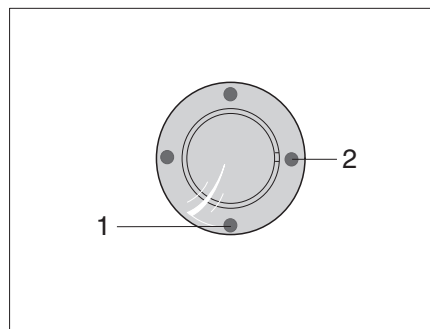
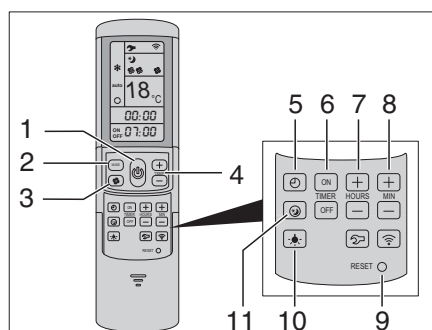

Fig. 336 Ricevitore IR/Indicatore di funzionamento
Fig. 337 Telecomando
L'impianto di climatizzazione si trova sul tetto del veicolo. Il telecomando (Fig. 337) dell'impianto di climatizzazione si trova nella zona cucina.
- Collegare il veicolo all'alimentazione a 230 V. L'impianto di climatizzazione è pronto a funzionare. Il LED blu (Fig. 336,1) è acceso.
- Per accendere, premere il tasto (Fig. 337,1) del telecomando. Il LED blu (Fig. 336,1) lampeggia.
- Impostare la modalità di funzionamento desiderata con il tasto MODE (Fig. 337,2).
- Se necessario, con il tasto (Fig. 337,3) impostare il livello della ventola e con i tasti (Fig. 337,4) la temperatura ambiente desiderata.
Al raggiungimento della temperatura impostata sul telecomando, il LED blu (Fig. 336,1) si spegne, il compressore si spegne e la ventola di ricircolo continua a funzionare.
- Per spegnere, premere di nuovo il tasto (Fig. 337,1) del telecomando.
- Per la programmazione, accendere l'impianto di climatizzazione con il tasto (Fig. 337,1) del telecomando.
- Con il tasto (Fig. 337,2) impostare la modalità di funzionamento desiderata e con i tasti (Fig. 337,4) la temperatura ambiente.
- Con i tasti (Fig. 337,6) selezionare l'azione desiderata:
- Con i tasti (Fig. 337,7 e 8) selezionare il tempo di commutazione desiderato (da 15 minuti a 24 ore).
- Confermare le impostazioni con il tasto "ON" o "OFF" (Fig. 337,6).